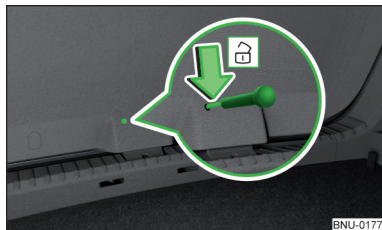

Abb. 334
- › In die Öffnung in der Klappenverkleidung » Abb. 334 einen Schraubendreher oder ein ähnliches Werkzeug bis zum Anschlag einführen.